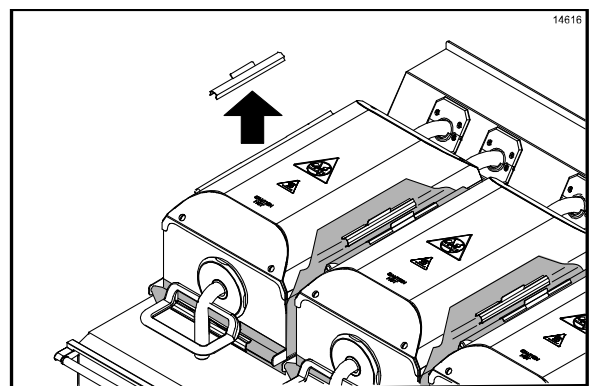

Abbildung 45
12. Die Trennfolienklammern und Haltestäbe sowie die oberen und unteren Trennfolien abnehmen. Die Klammern und Stäbe im dreigeteilten Spülbecken waschen und abspülen. Wenn nötig, die Teile in einer heißen Lösung von **SolidSense APSC** einweichen, um festhaftende Verkohlungspartikel abzulösen. (Siehe Abbildung 45.)